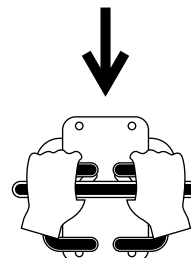

Figure 8
- Pour vous déplacer en marche arrière, tirez les deux commandes de déplacement en arrière (Figure 8).